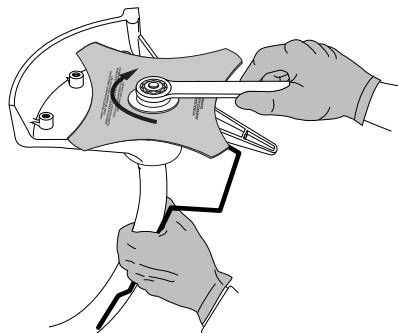

Fig. 13
- Si vous n'avez pas de clé dynamométrique, utilisez une clé fermée ou à douille de 11/16 po et tournez l'écrou jusqu'à ce que la retenue soit bien ajustée contre la bague de l'arbre. Assurez-vous que la lame est bien mise, puis donnez à l'écrou entre 1/4 et 1/2 tour supplémentaire à droite (Fig. 13).